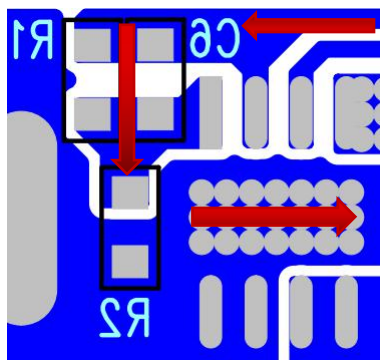

图 2
- 4.FB 管脚外置电阻应尽量靠近芯片，且布线足够宽。如图 2。